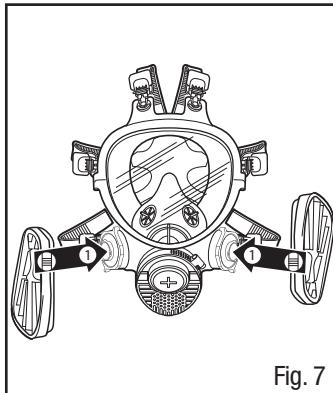

Fig. 7
1. Aline o encaixe do adaptador 603 com a marca na peça facial conforme mostrado (Fig 7).